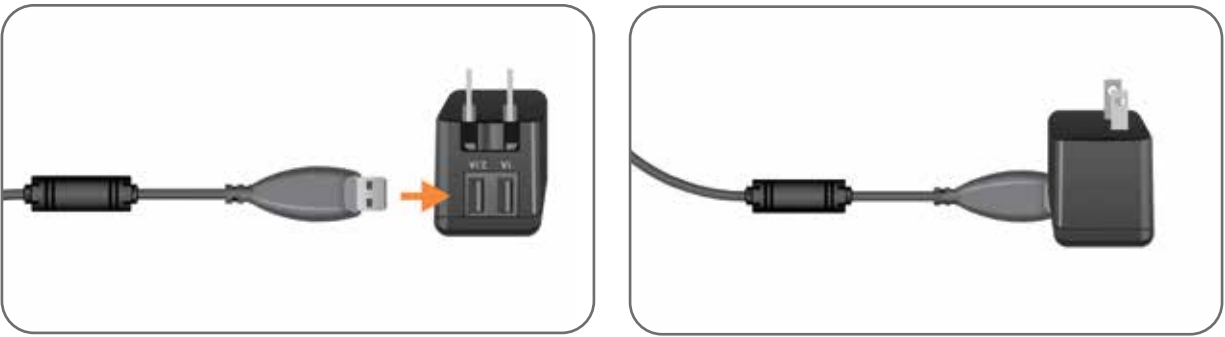

Figura 4-6. Collegamento del cavo di ricarica USB all'adattatore CA
2. Inserire l'estremità con il connettore USB del cavo di ricarica magnetico in una delle due porte USB disponibili dell'adattatore CA. (Figura 4-6).